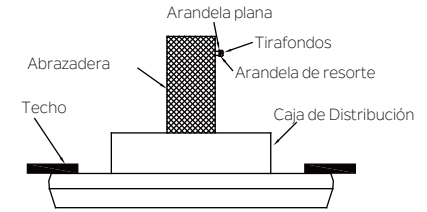

Fig. 7
Paso 1. Inserte un tirafondos y arandelas en el costado de la abrazadera que sostiene la caja de distribución eléctrica. Deje un espacio de 3 mm (1/8") entre la abrazadera de soporte y la arandela. (Fig. 7)